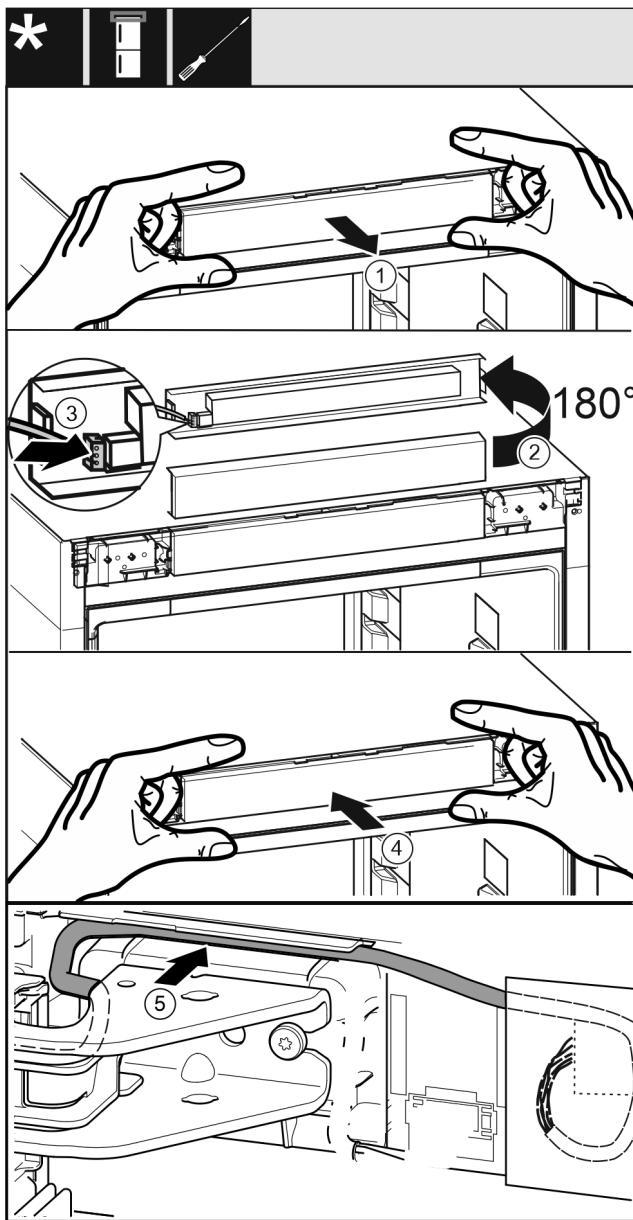

Fig. 45
- Opatrně vyjměte panel Fig. 45 (1).
- Panel Fig. 45 (2) otočte nahoru o 180°.
- Zástrčka Fig. 45 (3) zacvakne do panelu.
- Nasadte panel Fig. 45 (4) zpět na spotřebič.
- Kabel Fig. 45 (5) opatrně položte ve vedení nad horním stojanem ložiska.